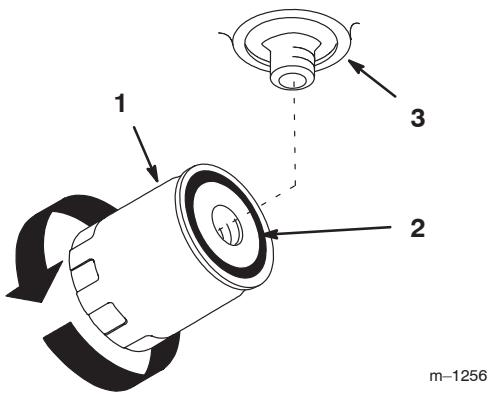

Bild 33
- Ölen Sie die Gummidichtung am Austauschfilter (Bild 33) leicht mit Frischöl ein.
- Setzen Sie den Austauschfilter auf den Filterstutzen. Drehen Sie den Ölfilter nach rechts, bis die Gummidichtung den Filterstutzen berührt. Ziehen Sie den Filter dann um eine weitere 1/2 Umdrehung fester (Bild 33).